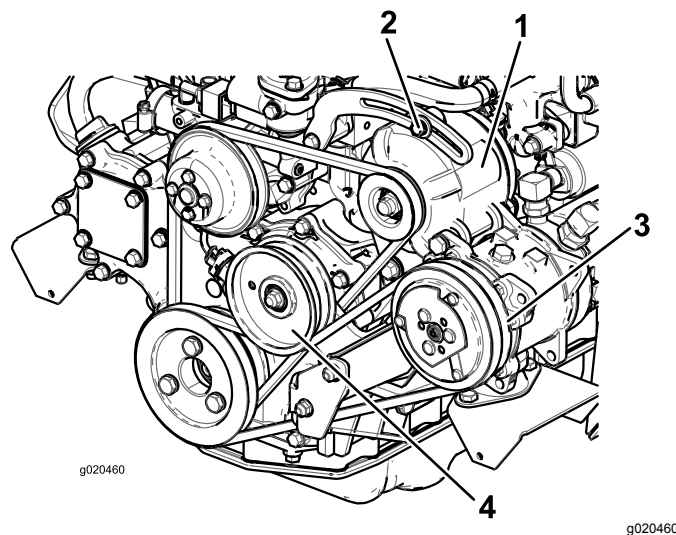

Figura 76
Se a deslocação obtida não for igual a 10 mm, deve desapertar os parafusos de montagem do alternador (Figura 76).
2. Se o desvio obtido não for igual a 10 mm, deverá libertar o parafuso de montagem da polia intermédia (Figura 76).